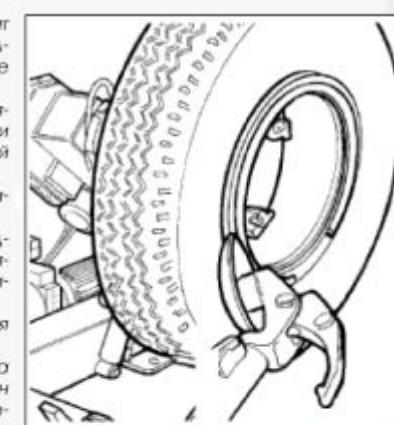

Рисунок 29
4) Установите отборотовочный диск к ободу (рис.29).